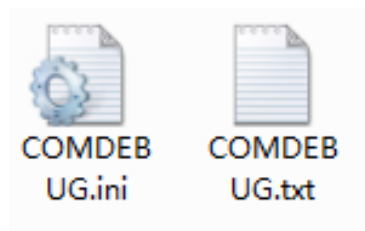

图 4-11 修改后缀名
(2) 修改 COMDEBUG.txt 后缀名改为 COMDEBUG.ini，这样就完成创建配置文件，如图 4-11 所示；